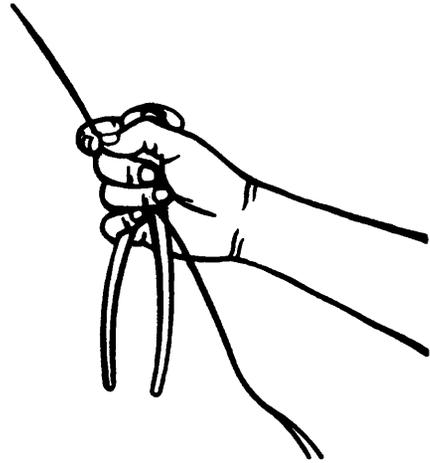

Fig. 3
**4º paso** Una las dos puntas que tiene en la mano y agárrelo con la derecha. (Fig. 3).